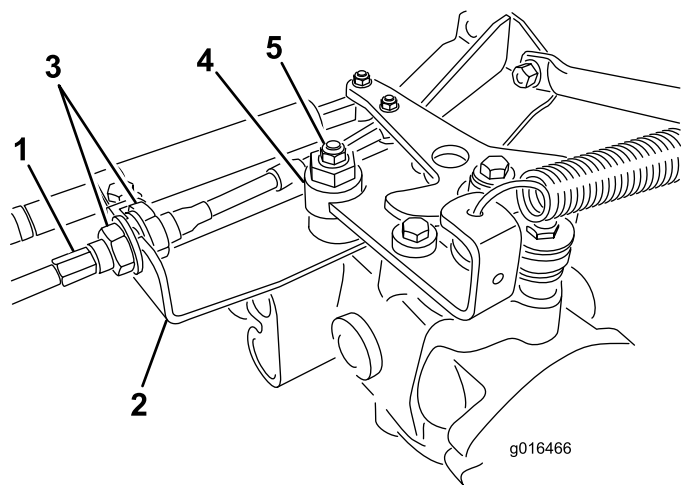

図 41
- A. 走行ケーブルを油圧トランスミッションのバルクヘッドに取り付けているジャムナット図 41 を両方ともゆるめる。調整ができるよう、ジャムナットは十分に、また均等にゆるめること。
**注** 偏芯ナットをトランスミッション上部に止めているナット図 41をゆるめる。
- E. 調整ができれば固定ナットを締める図 41。
- G. バルクヘッドのそれぞれの側から、ロックナットを均等に締め付けて、ケーブルを固定する図 41。ケーブルをねじらないように注意すること。